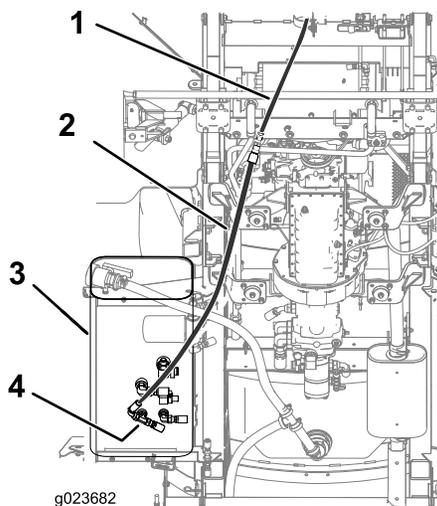

Figura 3
- 4. Ligue o tubo hidráulico ao tubo deste kit (Figura 3).
- 5. Retire o tubo actualmente instalado no depósito hidráulico no local em que mostra o conector em T em Figura 3.
- 6. Substitua o conector nesse local com o conector em T e instale o tubo removido no passo anterior e o tubo do kit (Figura 3).